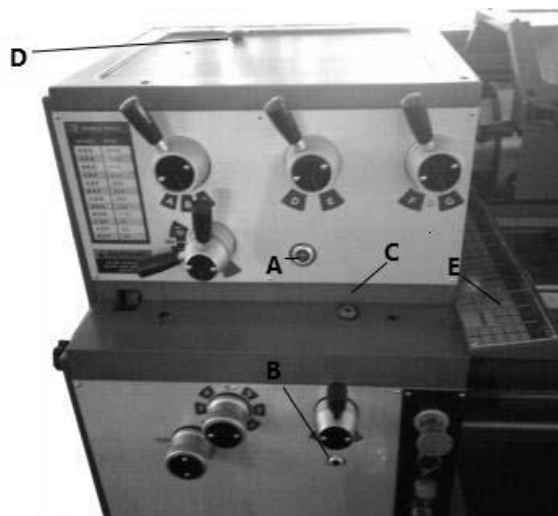
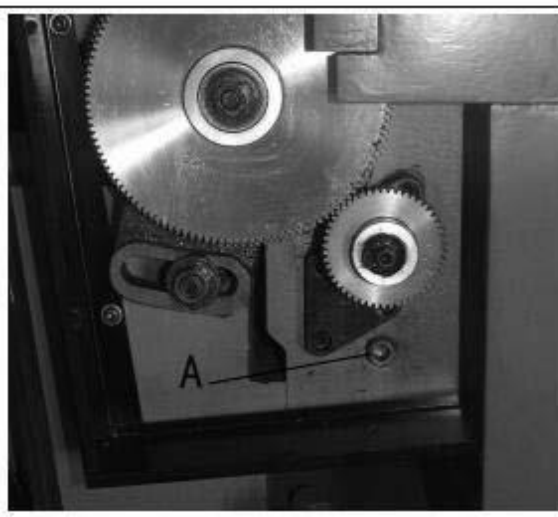

Рисунок 4
Рисунок 5
**Передняя бабка** - масло должно быть на уровне отметки индикатора на смотровом стекле для проверки уровня масла (А, рис.4). Долейте масло MobilDTE® OilHeavyMedium до нужного уровня. Заполните, потянув за пробку (D, рис.4). Для слива снимите сливную пробку (А, рис.5) с помощью шестигранного ключа на 8 мм. Слейте масло полностью и залейте заново после первого месяца работы. Вычистите металлическую стружку, если она попала туда. Затем меняйте масло в передней бабке раз в году.
**Коробка скоростей** - масло должно быть до отметки индикатора на смотровом стекле для проверки уровня масла (В, рис.4). Долейте масло MobilDTE® OilHeavyMedium до нужного уровня. Заполните, сняв крышку, где укреплена табличка с размерами резьбы (Е, рис.4) и сняв пробку (С, рис.4) при помощи шестигранного ключа на 8 мм. Для слива извлеките сливную пробку (А, рис.6) с помощью шестигранного ключа на 8 мм. Слейте масло полностью и залейте заново после первого месяца работы. Затем меняйте масло в коробке скоростей раз в году.